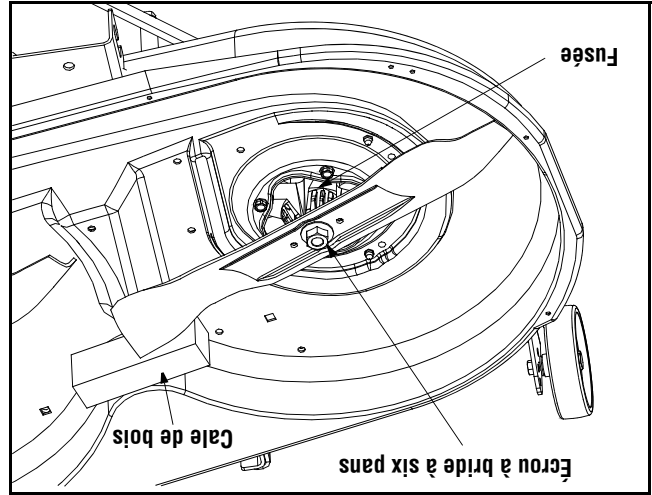

Figure 19
- Placez une cale de bois entre le déflecteur au milieu du plateau et la lame. Voir la Figure 19.
- Retirez l'écrou à bride à six pans qui maintient la lame. Voir la Figure 19.